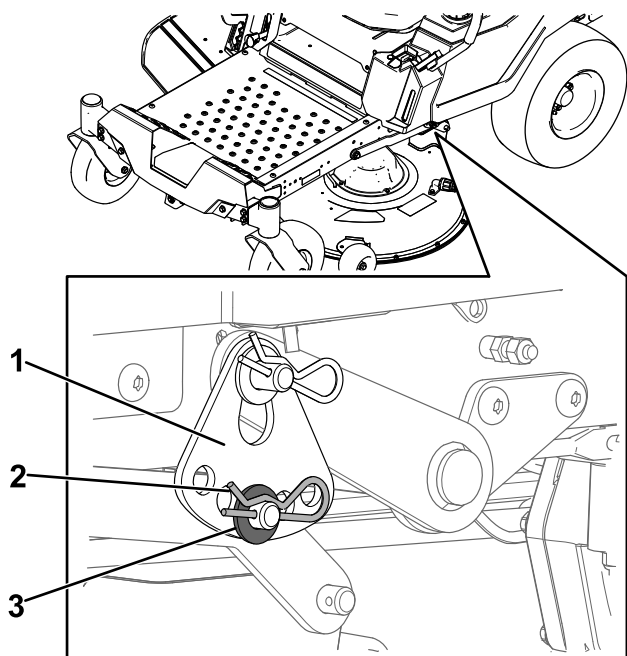

Figura 70
6. Retire la chaveta y la arandela del pasador del brazo de elevación inferior (**Figura 70**).